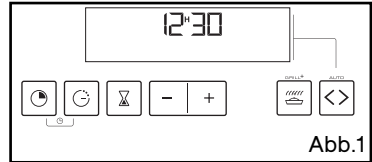

Abb.1
– Der Programmierer darf nur die Uhrzeit anzeigen (Abb. 1);